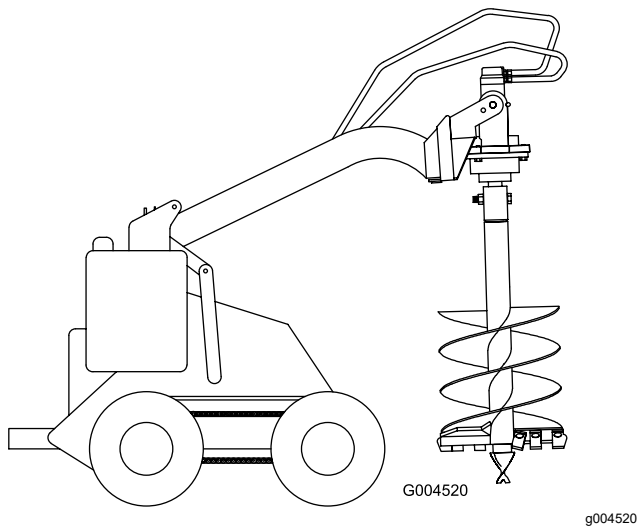

图 9
13. 升起螺旋钻使其脱离地面图 9。
- 当螺旋钻处于垂直状态时向后倾斜附件板直到驱动头触及附件板以稳定螺旋钻并防止其自由摆动图 9。
- 升起螺旋钻使其脱离地面并处于垂直状态图 9。